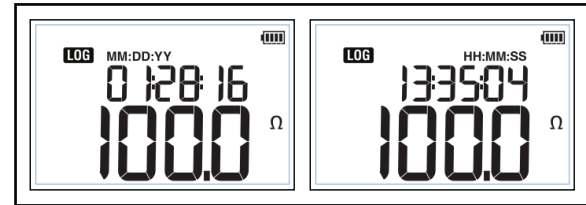

Figura 13. Registro de data e hora
3. Pressione **ENTER** para alternar a exibição do visor entre data e hora para a medição registrada. Veja a figura 13.